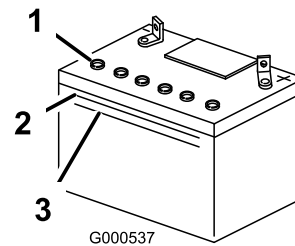

Figura 34
1. Mire hacia el lateral de la batería. El electrolito debe estar en la línea superior (Figura 34).
No permita que el electrolito esté por debajo de la línea inferior (Figura 34).
3. Retire los tapones de ventilación de la batería (Figura 34).
4. Vierta lentamente agua destilada en cada célula de la batería hasta que el nivel de electrolito llegue a la línea superior (Figura 34) de la caja de la batería.
6. Añada agua destilada, si es necesario, hasta que el nivel de electrolito llegue a la línea superior (Figura 34) de la caja de la batería.